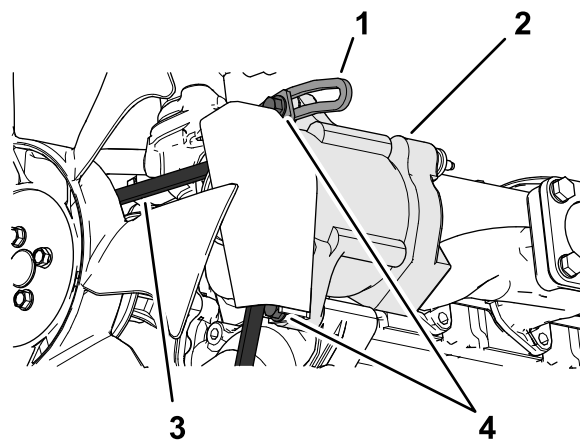

图 89
3. 松开交流发电机枢轴点上的皮带松开将发电机固定到带槽支架上的螺栓图 89。